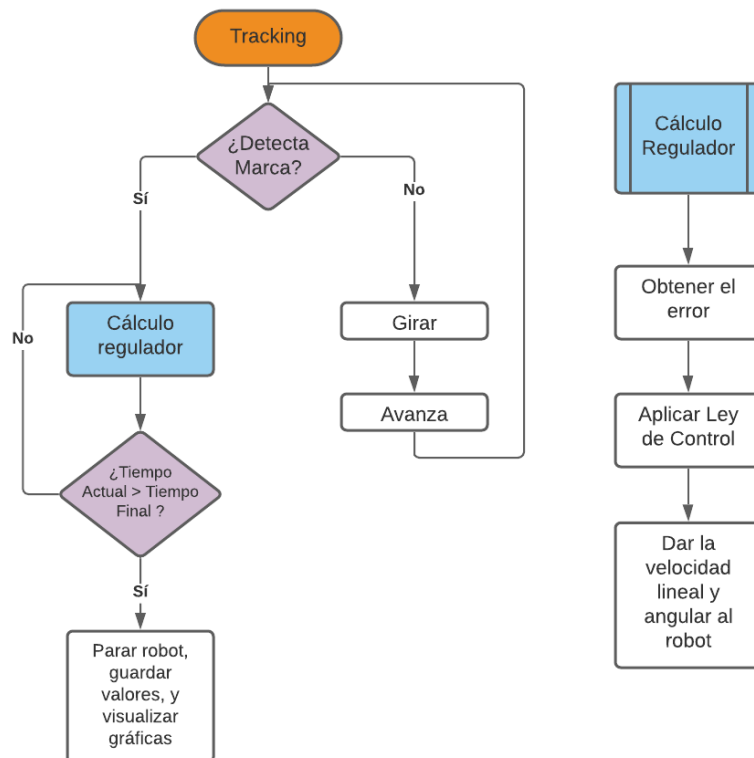

Figura 4.2: Diagrama de flujo de la función Tracking
- **Tracking:** es la función principal en la cual se va a calcular el controlador. Para explicar lo que hace esta función se presenta el siguiente diagrama de flujo, figura 4.2.